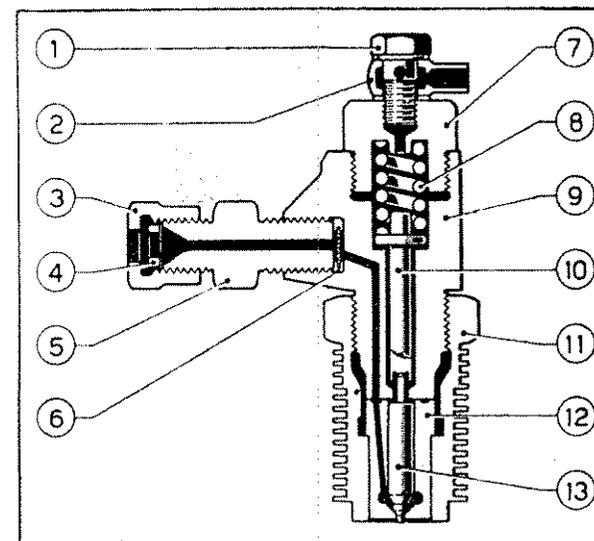

Fig. 3
b) POLVERIZZATORE E PORTAPOLVERIZZATORE - Il polverizzatore, del tipo BOSCH, è bloccato sul portapolverizzatore mediante una ghiera alettata. Gli elementi che li compongono si possono rilevare dalla Fig. 3, pag. 11.